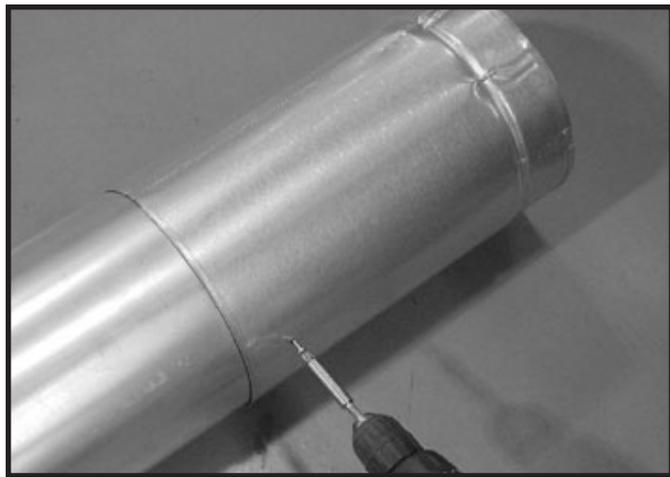

Figure 7.6 Vissez sur la section coulissante
- Fixez le conduit et la section coulissante avec deux vis d'une longueur inférieure à 13 mm (1/2 po) en utilisant les trous de guidage de la section coulissante. Voir la figure 7.6.